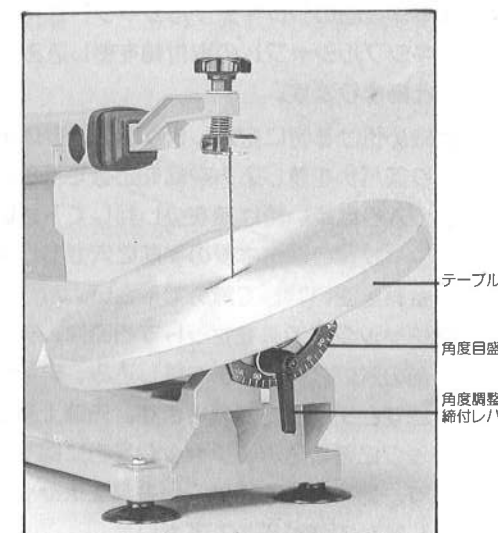

図9
■テーブル角度の調整方法（図9参照）
- (1)押し付けブラケットを取り外して下さい。
- (2)テーブル下の角度調整締付レバーをゆるめてください。
- (3)テーブルを手で希望の角度に傾斜させてください。
- (4)角度値は目盛りが付いていますから、その目盛りに合わせて調整してください。
- (5)角度調整締付レバーでテーブルを固定してください。